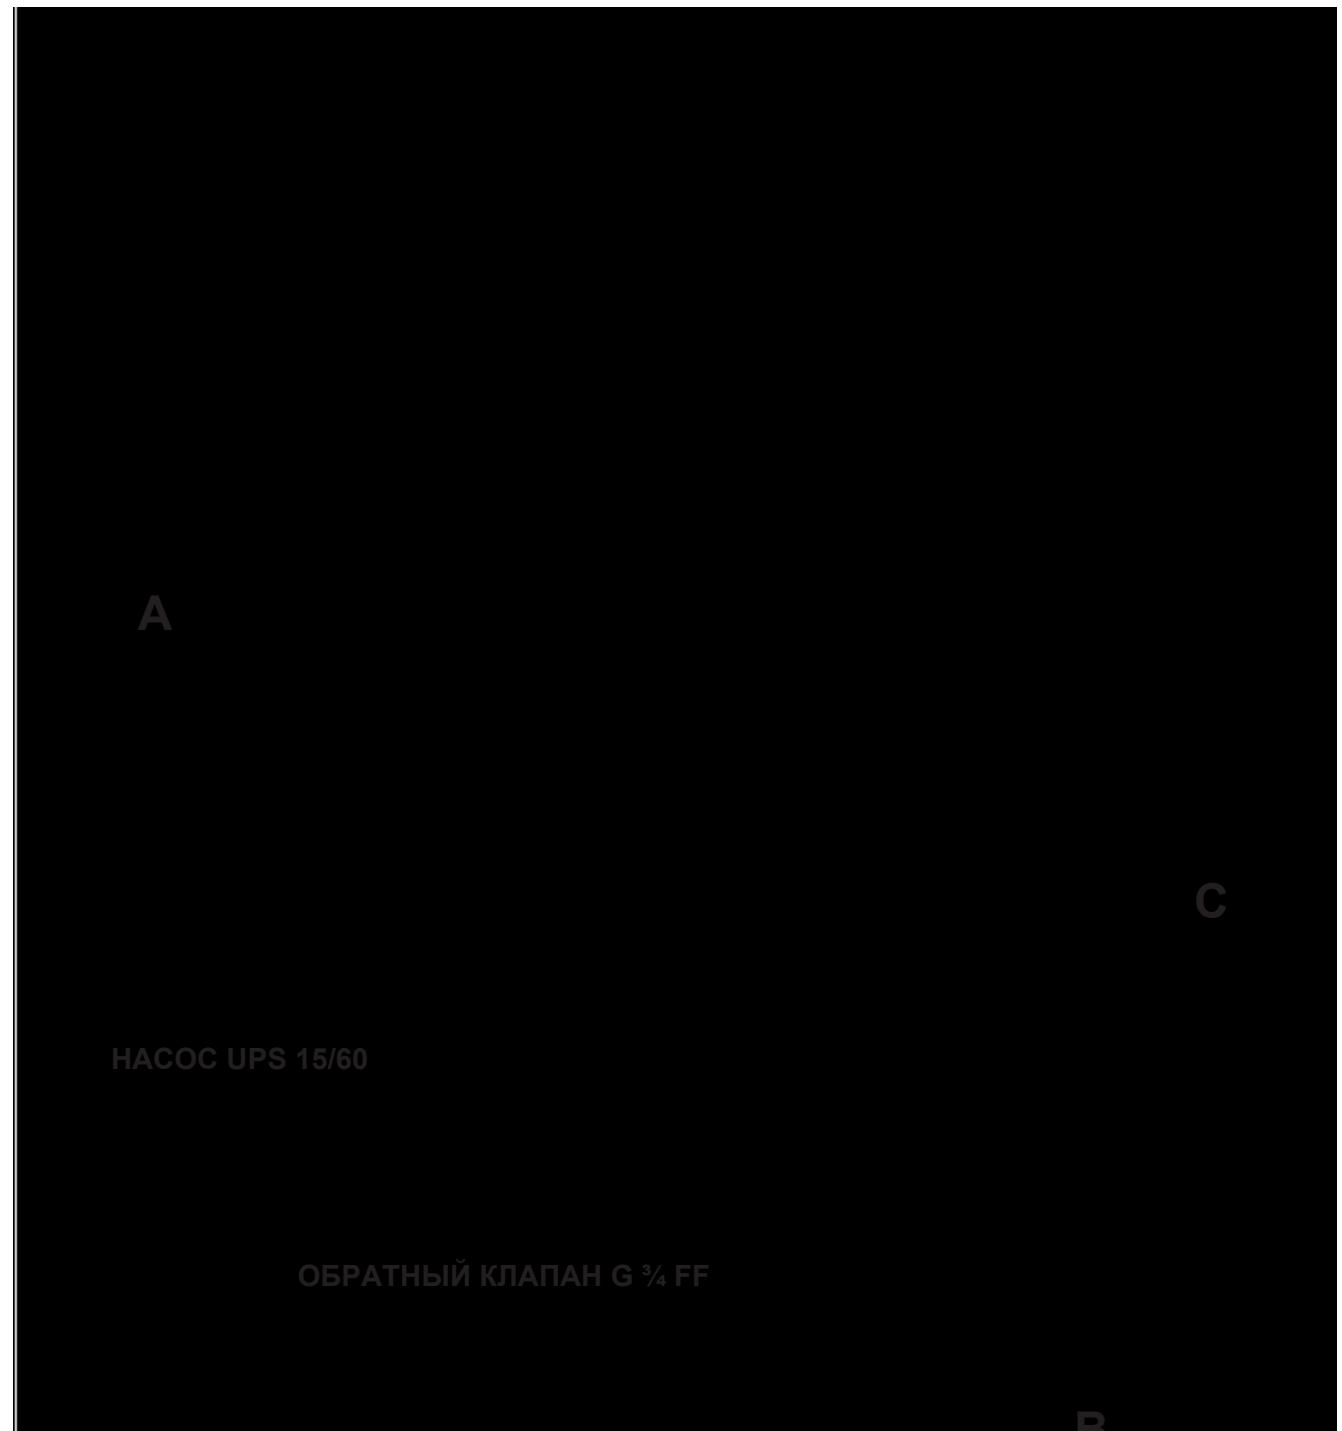

Рис.6
- 3-х труб (A, B, C рис. 6);
- 1-го обратного клапана G3/4 FF (рис.6);